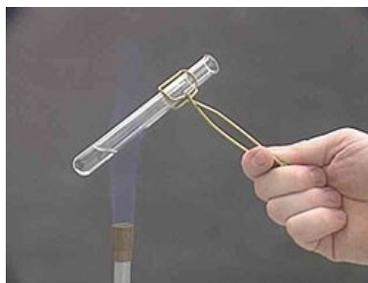

figura 10.2
3.2 Sostener el tubo con pinzas y acercarlo a la flama del mechero (ver figura 10.2).